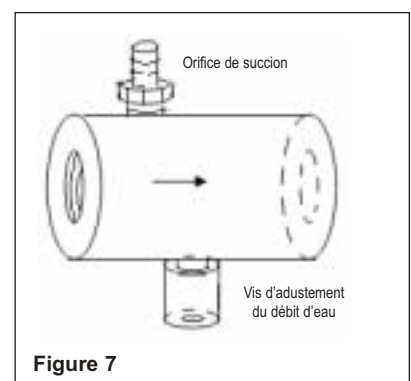

Figure 7
- B. Placez votre doigt au-dessus de l'orifice de succion (figure 7). Une faible succion devrait être détectée pendant une période minimale de 20 secondes ou pendant environ le tiers de la durée du cycle de la pompe, dépendant duquel soit le plus long.